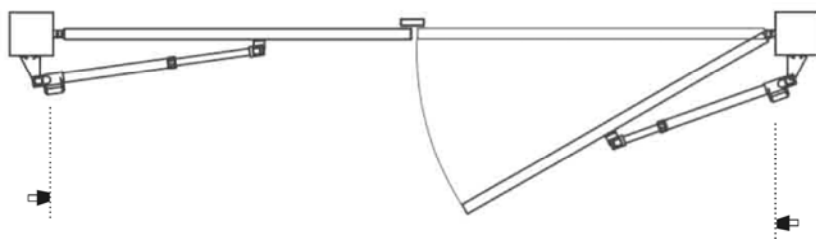

Fig.2
**Attention!** : Pour un bon fonctionnement de l'actionneur, il est nécessaire d'installer des butées de fin de course mécaniques en position porte ouverte et fermée (figure 2).